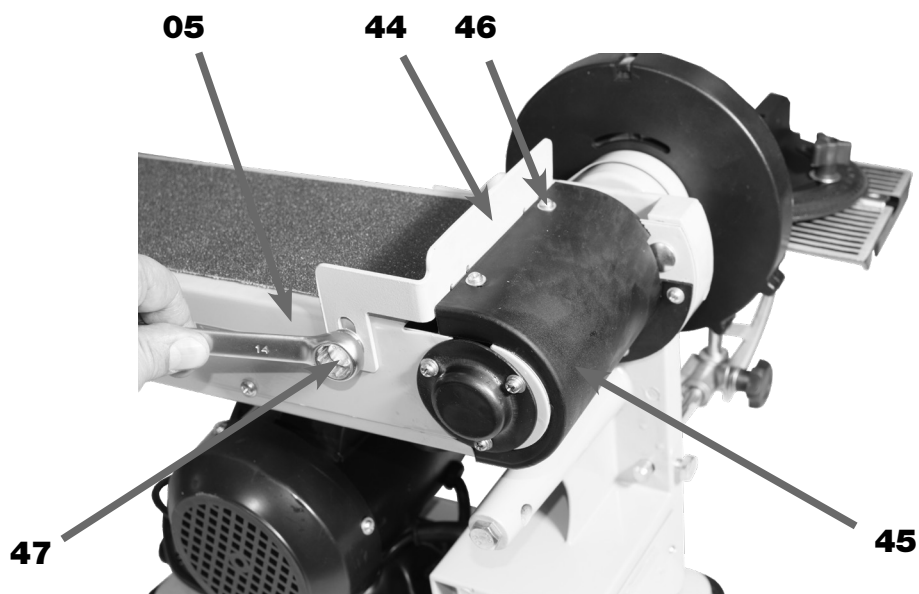

Figura 23 - Montagem do Batente da Mesa da Lixa de Fita
1. DESCONECTAR o Plugue de Alimentação (25) da Rede Elétrica do usuário;
2. POSICIONAR o Batente (44) sobre a Mesa da Lixa de Fita (05) de acordo com a figura 23;
3. OBSERVAR que a aba horizontal do Batente (44) deve ser posicionada sob a Proteção Externa do Rolo Motor (45) (figura 23);
4. FIXAR o Batente (44) pelos Parafusos de Fixação (46) (47).